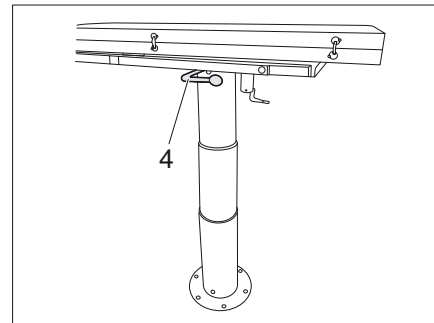

Bild 124 Fällbord, nedsänkbart
- Lossa spaken (Bild 124,4) för bordssänkningen och tryck ner bordet.